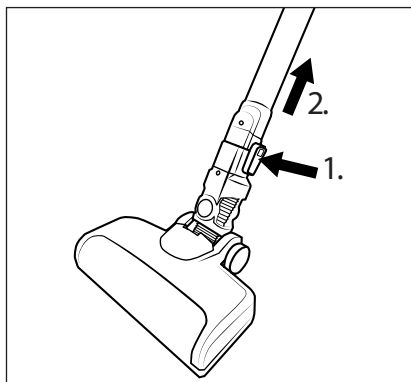

Fig. 12
- ♦ For at fjerne gulvbørsten ❷ fra sugerøret ❸, skal du trykke på oplåsningsknappen til gulvbørsten ❹ og holde den nede og tage sugerøret ❸ ud af gulvbørsten ❷ (se fig. 12).